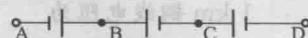

图 1-7
1. 如图 1-7 所示，以 B 点为参考点，求 V_A 、 V_B 、 V_C ；如果以 D 为参考点，再求 V_A 、 V_B 、 V_C 。